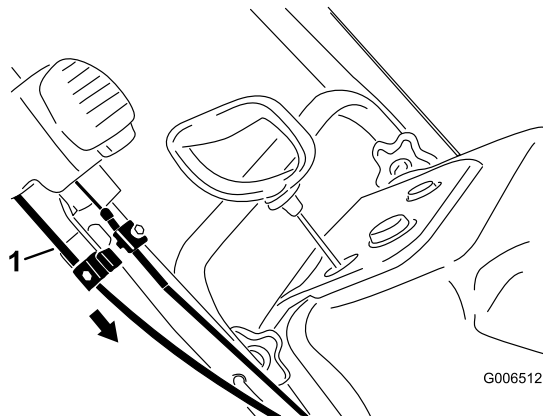

Figure 43
4. Maintenez la goulotte dans cette position, tirez sur la gaine du câble inférieur pour tendre le câble complètement, puis serrez la vis du serre-câble solidement (Figure 43).